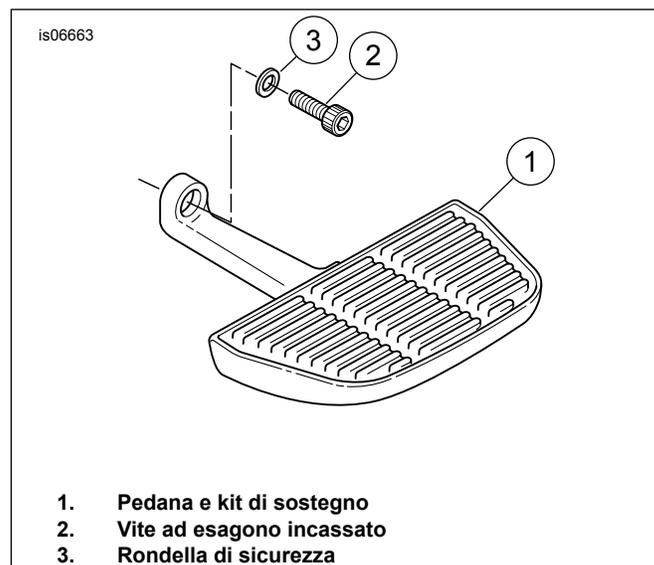

Figura 9. Gruppo della pedana del passeggero - Modelli Touring 1993 e versioni successive
- b. **Modelli Touring 1993 e anni successivi:** Vedere la figura 9. Installare ogni pedana e gruppo del coperchio (1) sui prigionieri di montaggio, allineando i fori dei bulloni al supporto con i fori nel prigioniero di montaggio. Fissare ogni pedana usando una vite a esagono incassato (2) e la rondella di sicurezza (3). Serrare le viti a esagono incassato a 41 N·m (30 ft-lbs).